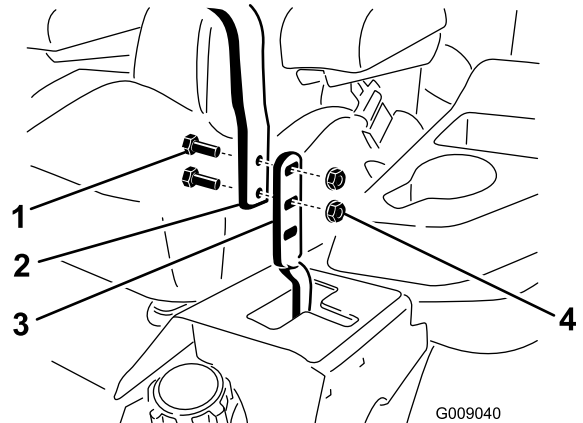

Figure 81
3. Desserrez les boulons et les écrous à embase situés dans les leviers (Figure 81).